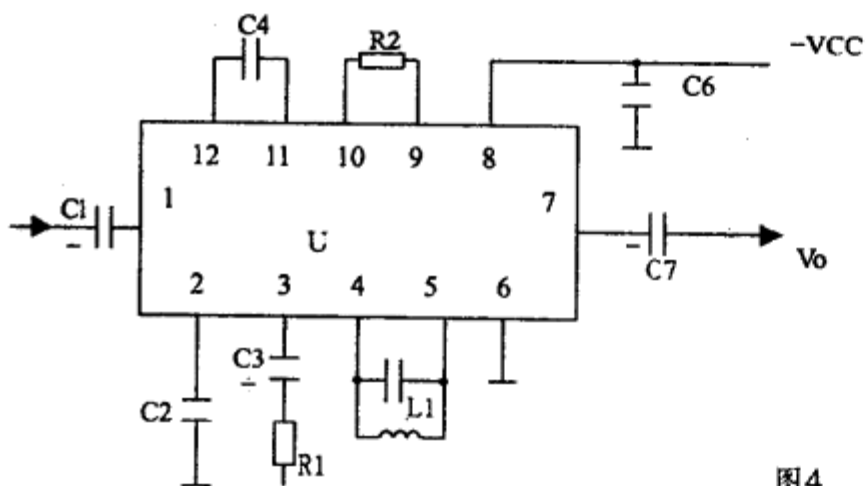

图4
⑤ U第⑪脚与第⑫脚直流电压一定不相等,因为它们之间接有隔直电容C4,如若这两只脚电压很相近,则需检查C4是否漏电。当第⑪脚电压与第⑫脚电压相等时,估计C4已击穿了。
⑥ 若U第①脚或第⑦脚上的直流电压值有异常,这时只要检查C1或C7是否漏电或击穿,而无须怀疑它们发生开路故障。
①当集成电路有多只引脚电压同时发生异常时,往往是由一个原因引起的,因为集成电路内电路各级间采用直接耦合方式,会相互影响。如果集成电路与其它电路的连接引脚是采用阻容耦合时,(如图4所示,电路中第①脚和第⑦脚),那么测得该集成电路各引脚电压值偏离正常电压值的故障原因是由U内电路故障造成的。如果集成电路输入端或输出端是采用直接耦合(即无隔直电容),那么也有可能是前级或后级电路故障造成该集成电路的多个引脚直流电压偏离正常值。
②当集成电路电源引脚直流工作电压异常时,必然造成其它各引脚电压异常,这时应首先检查该集成电路电源引脚上的外电路,然后才怀疑集成电路本身的问题。
③某些专用集成电路,其一些引脚的直流工作电压与电源引脚上的工作电压之间有固定的比例关系,无论哪一种型号,这一关系均不变。这对无法收集到集成电路各引脚标准电压的情况下检查故障很有用。此外还应牢记,集成电路电源引脚上的直流电压最高,这样容易确定哪只脚是电源引脚。